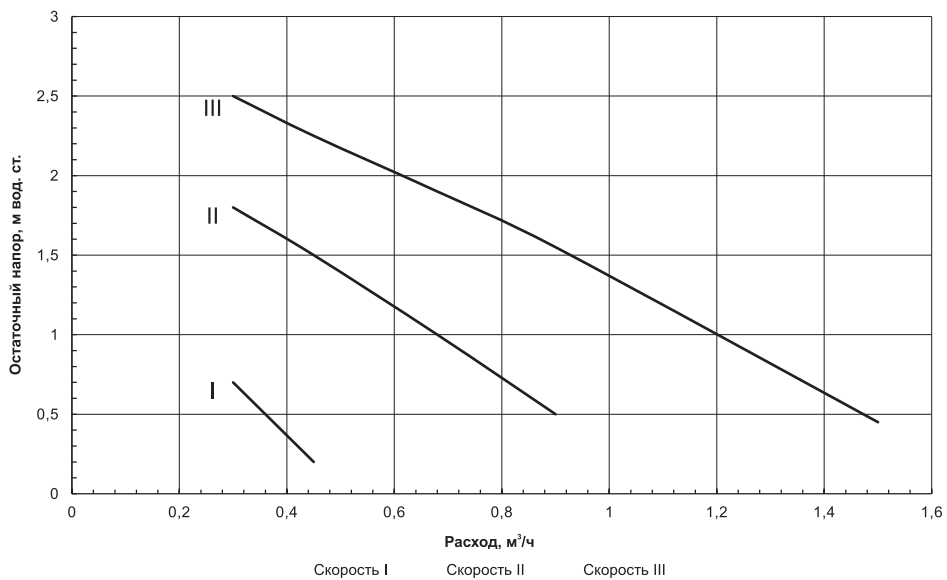
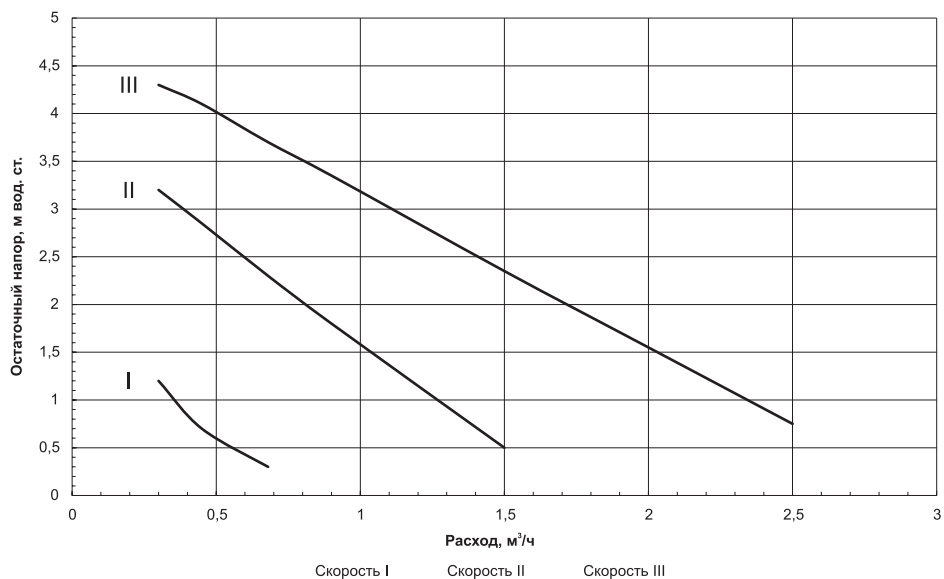
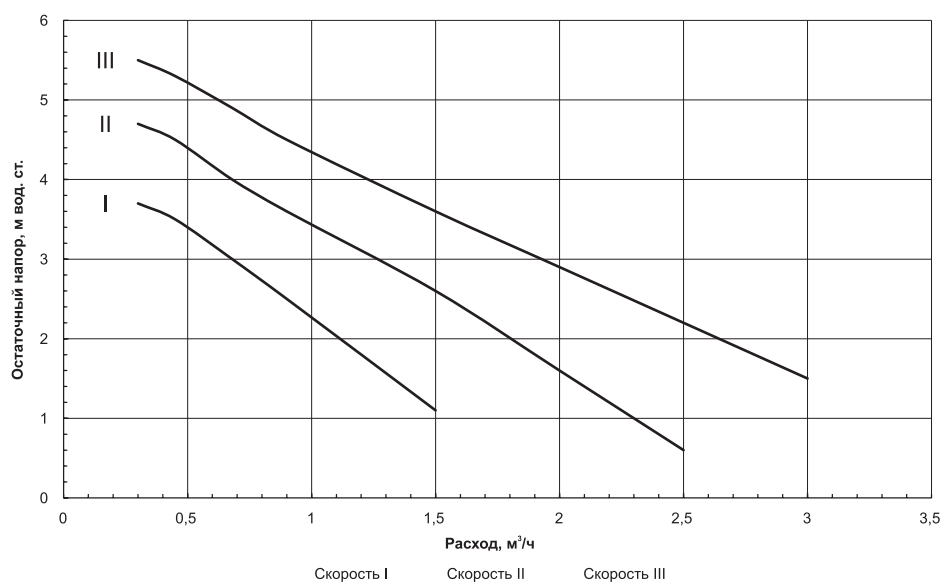

Рис.1 Остаточный напор для циркуляционного насоса ZOTA RING 25/40 (для котлов МК-Х 4,5 - 7,5 кВт)
Рис.2 Остаточный напор для циркуляционного насоса ZOTA RING 25/60 (для котлов МК-Х 9 - 24 кВт)
Рис.3 Остаточный напор для циркуляционного насоса ZOTA RING 25/70 (для котлов МК-Х 30 - 36 кВт)
**График остаточного напора для циркуляционных насосов показан на Рис.1, Рис.2, Рис.3